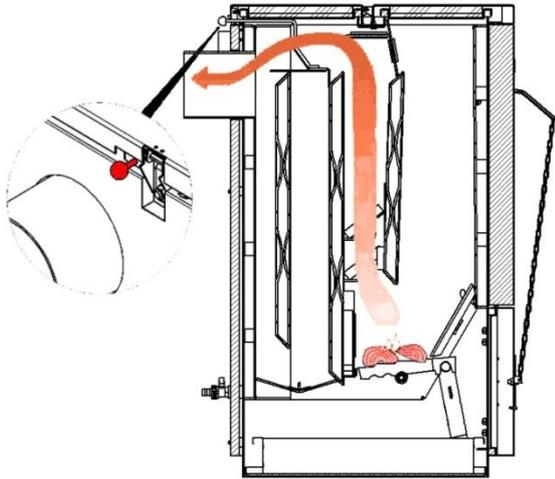

Рисунок 16 – Положение растопочной заслонки при розжиге
• При розжиге котлов типа 12-45 задвиньте заслонку, расположенную на задней стенке котла, внутрь котла до упора (см. Рисунок 16).
В таком положении открывается «короткий ход» и горячие дымовые газы напрямую выходят в трубу, что создает в ней лучшую тягу (см. Рисунок 16).
- Для увеличения тяги в котле открыть растопочную заслонку (см. Рисунок 16).